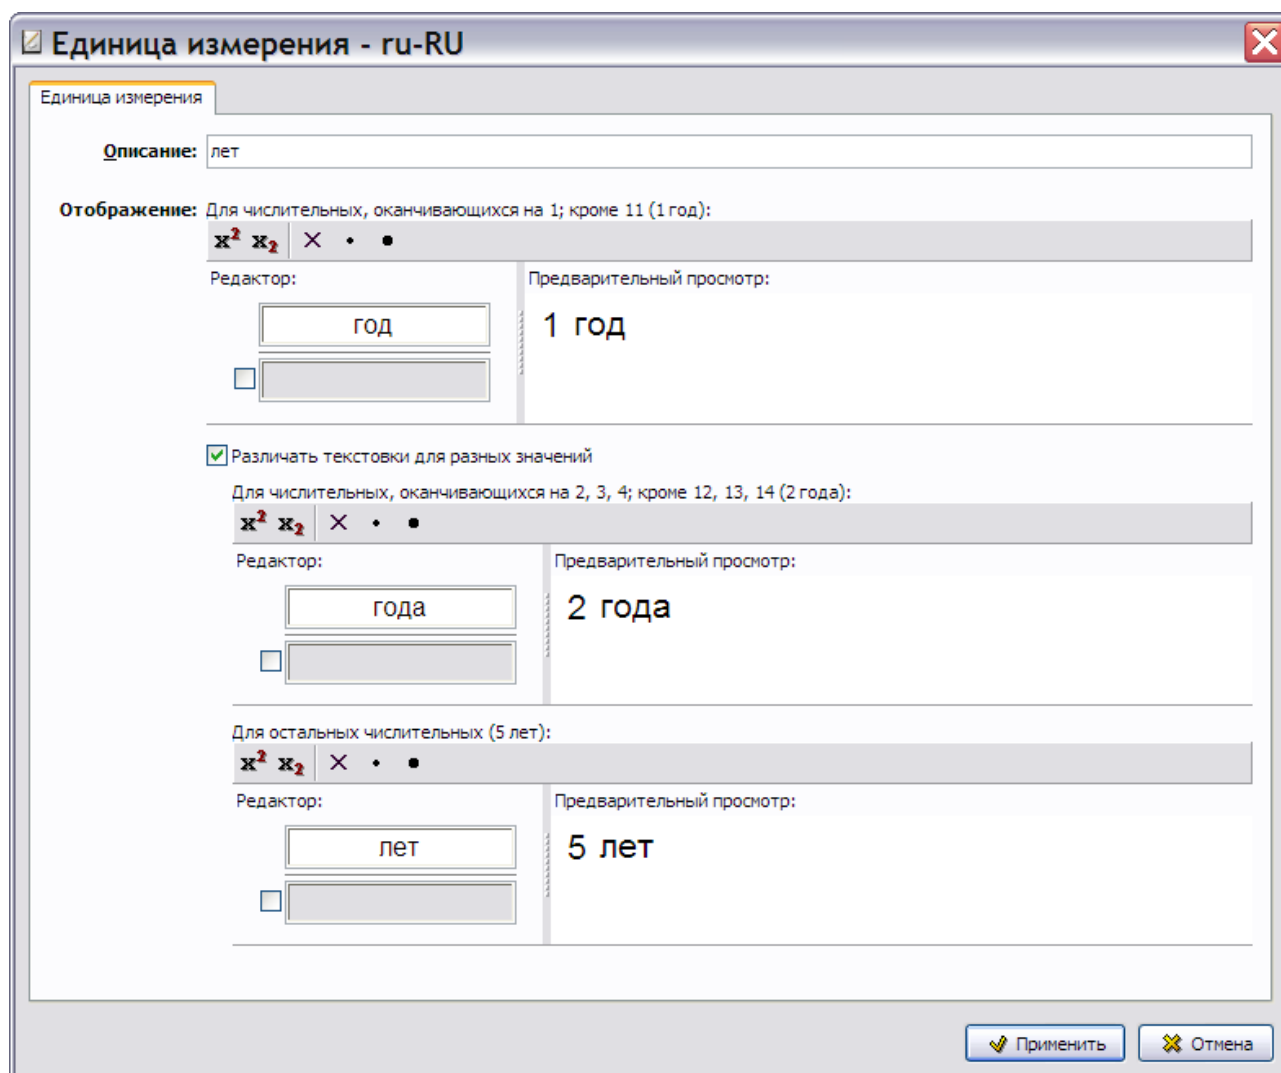

Рис. 3.114
4. Введите отображение единицы измерения для разных числительных (Рис. 3.114).